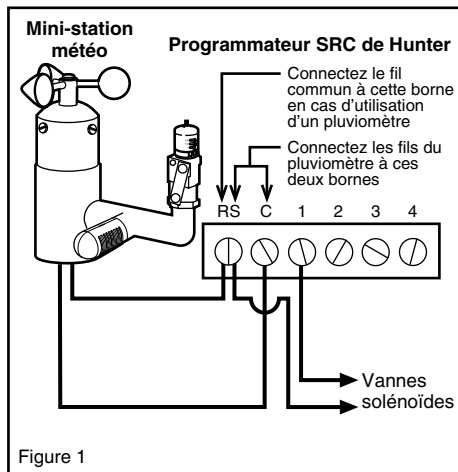

Figure 1
2. Connectez un fil à la borne RS et l'autre à la borne C (Voir Figure 1).